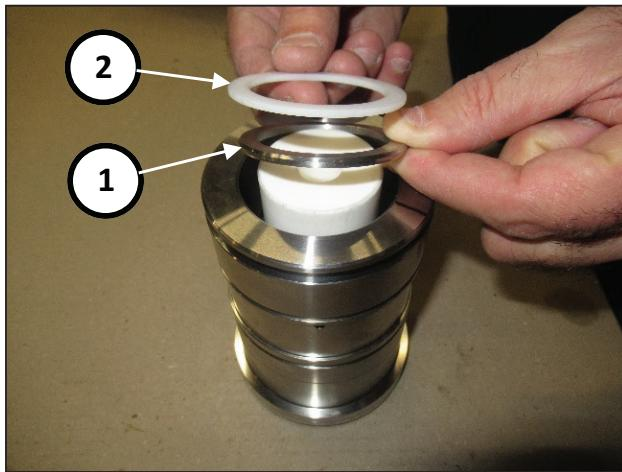

图 178
插入弹簧环(位置①, 图 178)和挂环(位置②, 图 178)。